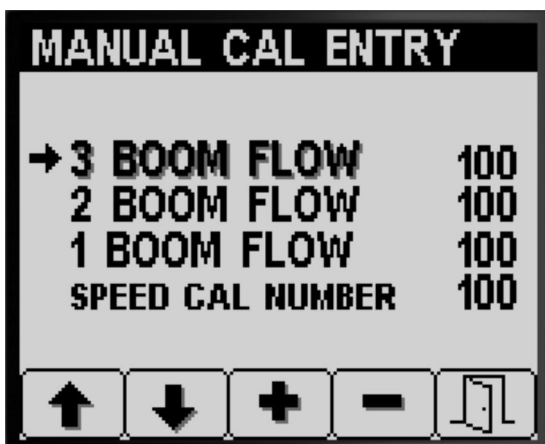

Figura 73
7. Prima o botão 5 para guardar as suas definições, sair do ecrã VELOCIDADE DE TESTE e voltar ao ecrã CALIBRAR (Figura 73).
1. Prima os botões 1 ou 2 no submenu CALIBRAR para navegar para a opção ENTRADA DE CALIBRAÇÃO MANUAL (Figura 73).
2. Prima o botão 4 para seleccionar a opção Calibração da velocidade (Figura 73).